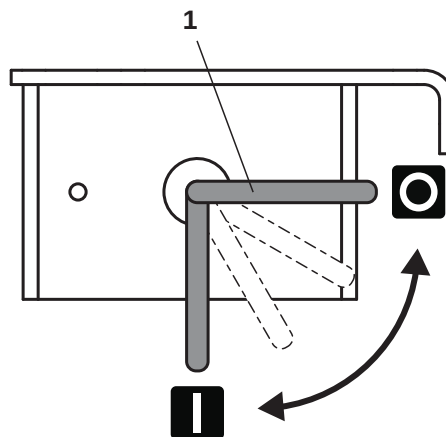

Figura 8
3. Gire la llave del aislador de batería (figura 8, punto 1) a la posición de apagado y retire la llave.